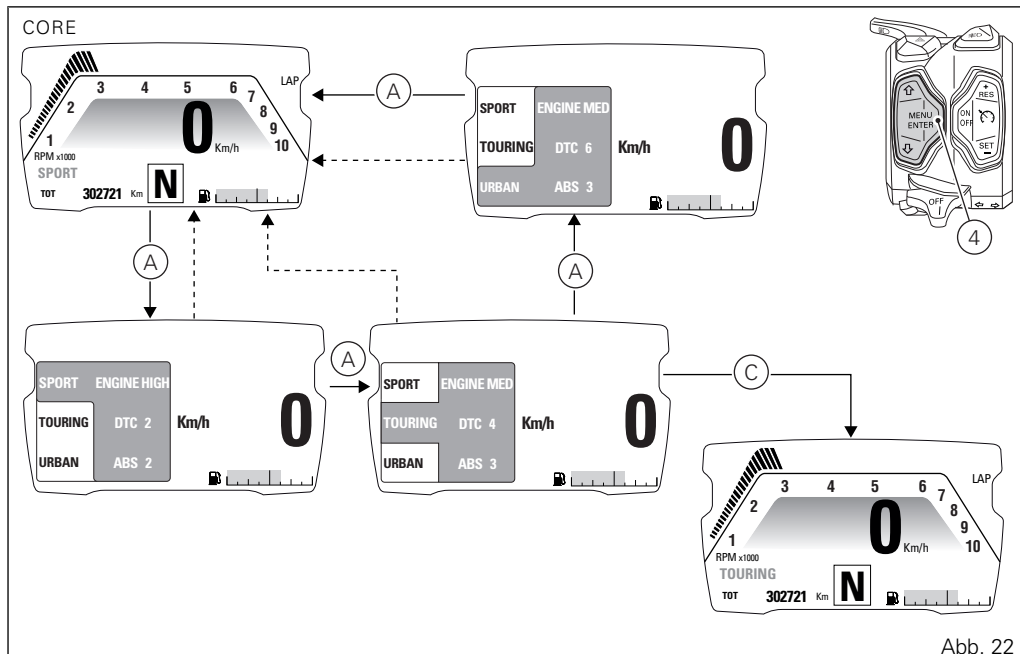

Abb. 22
Auf jedes Drücken der Taste MENÜ BESTÄTIGEN (4) wird der Riding Mode mit den zugeordneten anzeigbaren Parametern (A, Abb. 22) markiert.
Wurde der gewünschte Riding Mode (A, Abb. 22) markiert, muss er durch zwei Sekunden langes Drücken der Taste MENÜ BESTÄTIGEN (4) bestätigt werden: Der Wechsel des Riding Modes wird gespeichert und die Standard-Anzeige (C, Abb. 22) des gewählten Riding Modes wird aktiviert.